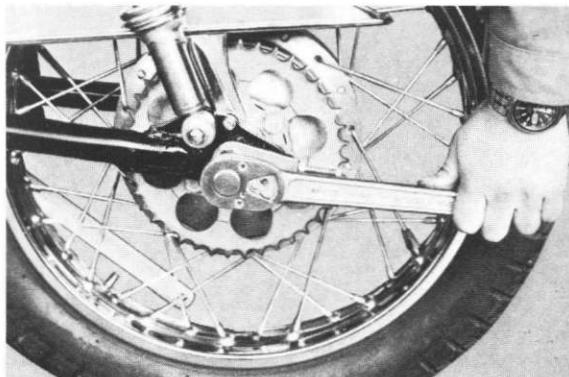

Fig. 5-4-4
- 3) Remove the cotter pin, and then remove the rear wheel axle nut. (Fig. 5-4-4)
- 3) Retirez la goupille, puis l'écrou d'axe de roue arrière. (Fig. 5-4-4)
- 3) Splint herausziehen und Mutter der Hinterradachse lösen. (Abb. 5-4-4)